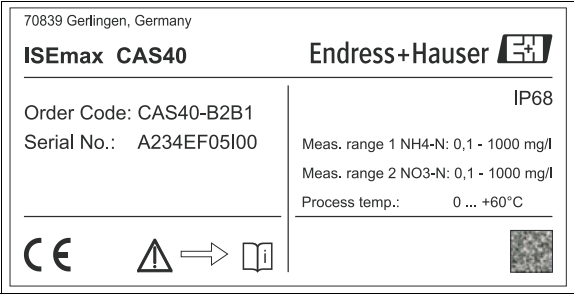

Fig. 2 : Exemple pour CAS40
-  2 Ce symbole indique une référence croisée à une figure définie (par ex. fig. 2).